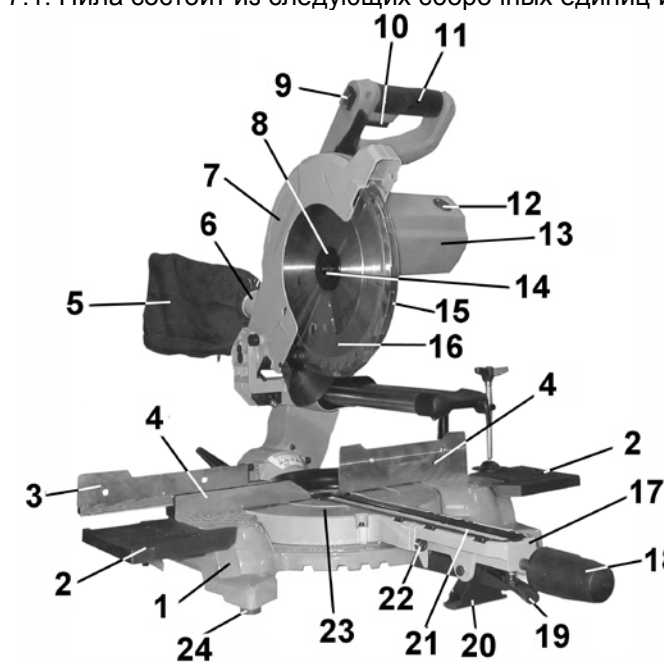

Рис. 2
7.1. Пила состоит из следующих сборочных единиц и деталей. (Рис. 2)
8. СБОРКА И ПОДГОТОВКА К РАБОТЕ, Рис. 2 ÷ 8
8.2. Приведение пилы в верхнее положение (Рис. 2; 3; 8)
8.2.2. Удерживая пилу за рукоятку (11), переместите её в верхнее положение, как показано на Рис.2; 3; 8.
8.3. Транспортировка (Рис. 2)
8.4. Установка поворотного стола в положение 0° (Рис.2)
8.5. Замена пильного диска. Пила КОРВЕТ 4-300 оснащена пильным диском (16) (Ø255мм x 30мм), Рис.2. В комплект поставки не входят переходные кольца, предназначенные для установки пильного диска (16) с другими посадочными диаметрами.
8.5.1. Снятие пильного диска (Рис. 2; 9-11)
Нажмите и удерживайте кнопку блокировки (26), Рис.2; 9, проворачивая пильный диск (16) до его блокировки.
Выкрутите болт (14), Рис.2; 11, по часовой стрелке. Снимите наружный фланец (8) и пильный диск (16), Рис. 2; 11.
Перед установкой пильного диска (16) внимательно осмотрите каждую напайку. На них не должно быть трещин и сколов. После установки пильного диска (16) при первом включении и при последующей работе не находитесь в плоскости вращения пильного диска (16), Рис. 2.
Установите пильный диск (16) в соответствии с последовательностью, указанной на Рис.11 так, чтобы зубья пильного диска (16) были направлены вниз в передней части пилы, Рис.2; 3. На шпindel (44) установите внутренний фланец (45), пильный диск (16) с соответствующим посадочным диаметром. Установите наружный фланец (8), шайбу (46). Закрутите болт (14), Рис.11, вращением против часовой стрелки, удерживая кнопку блокировки (26) фиксации пильного диска (16) в нажатом положении, Рис.2.
9.1. Действие выключателя (Рис. 2). Перед включением пилы в розетку удостоверьтесь, что кнопка выключателя (10) правильно действует и возвращается в позицию «Выкл.» при ее отпускании.
9.2. В верхнем положении пилы защитный кожух (15) заблокирован и опускание пилы за рукоятку (11) невозможно (Рис. 2; 3). Перед опусканием пильного диска (16) необходимо отвести рычаг (27) – разблокировать.